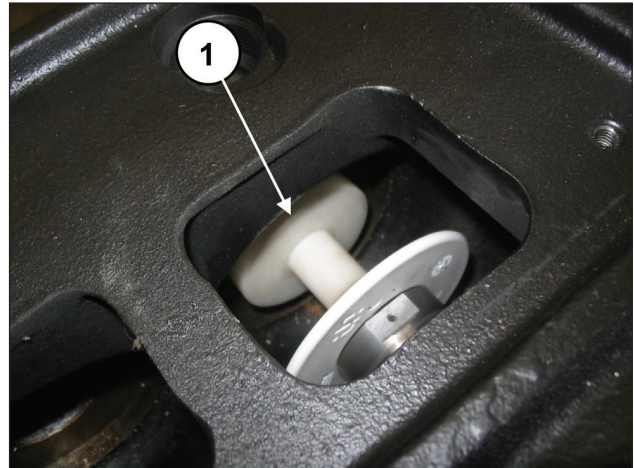

Abb. 158
Drehen Sie die Welle von Hand so, dass die 3 Kolben schrittweise an ihren oberen Totpunkt bewegt werden, und setzen Sie den Dorn Art. 27516600 zwischen Kolbenführung und Kolben ein (Pos. ①, Abb. 158).